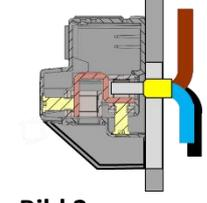

Bild 2
- 50A gG, Anschluss hinten (Bild 2)
Zählerschleifen bis 25mm2 Querschnitt können auch nach hinten (Bild 2) angeschlossen werden. Dies erleichtert die Montage und reduziert die mechanischen Kräfte. Weniger Lagerkosten, eine Steckleiste für alle Anwendungen.